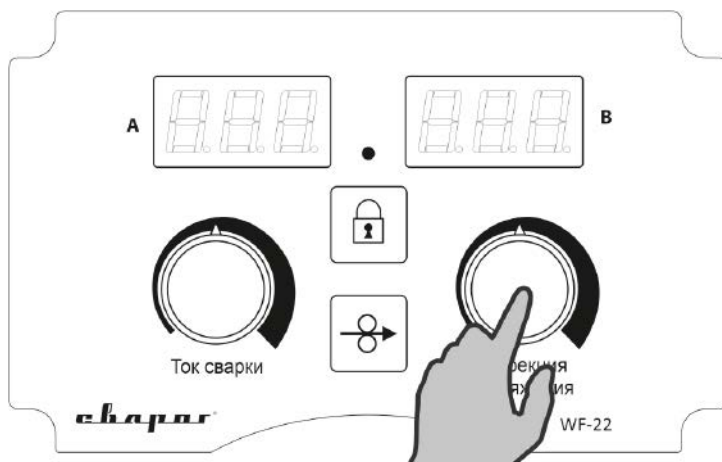

Рис. 8.8.2. Установка напряжения на дуге.
2. Установите значение напряжения на дуге (см. рис. 8.8.2) в зависимости от толщины свариваемого металла и диаметра сварочной проволоки. Чем больше напряжение на дуге, тем шире сварочный шов (см. табл. 7.3.2, поз. 6).